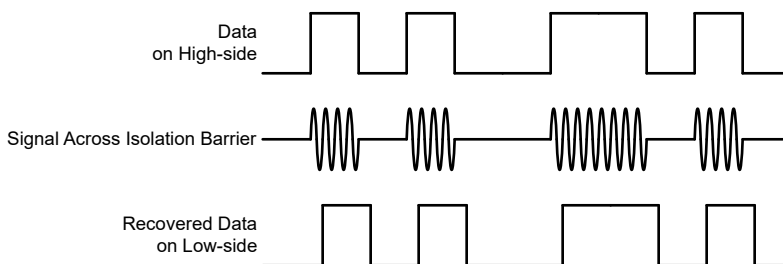

図 6-4. OOK ベースの変調方式
AMC22C11-Q1 は、SiO2 ベースの絶縁バリア越しにコンパレータの出力状態を送信するため、図 6-4 に示すオン / オフ キーイング (OOK) 変調方式を採用しています。「機能ブロック図」に示す送信ドライバ (TX) は、デジタル 1 を表すために内部で生成された高周波キャリアを絶縁バリア越しに送信します。デジタル 0 を表す信号は送りません。